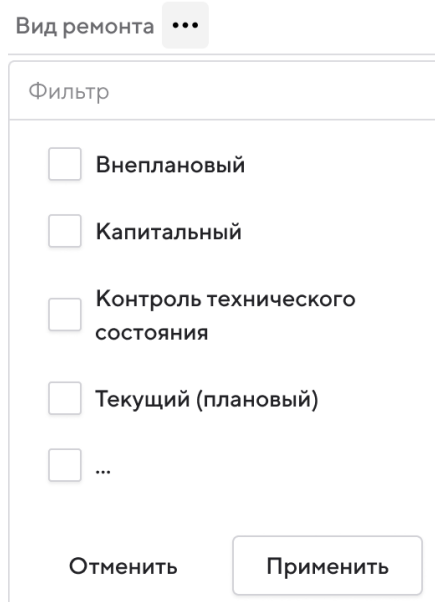

Рисунок 130 – Выбор из справочника
– Выбор из справочника (Рисунок 130). Позволяет выбирать одно или несколько значений при помощи отметок. Для применения фильтра необходимо кликнуть в любом месте за пределами области фильтра.
1. Нажмите кнопку **...** рядом с наименованием поля. Откроется меню фильтра (Рисунок 130).